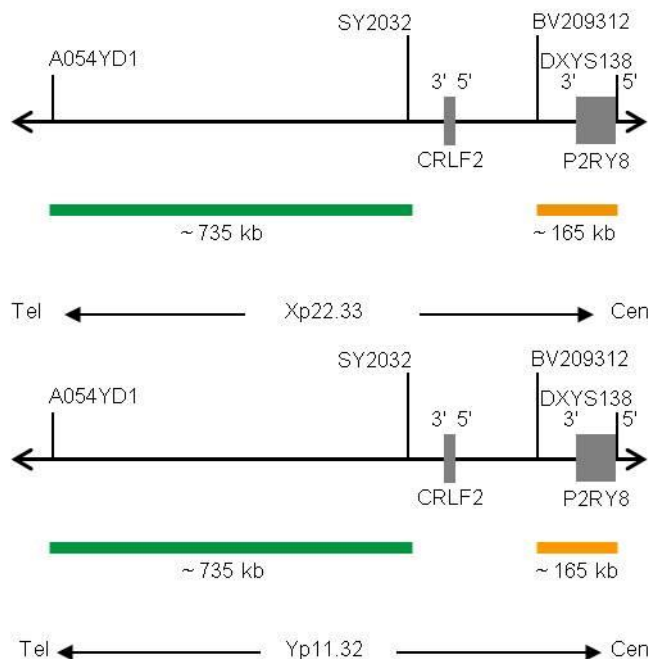

Abb. 1: Oben: X-chromosomale SPEC CRLF2 Sondenlokalisierung; Unten: Y-chromosomale SPEC CRLF2 Sondenlokalisierung (nicht maßstabsgetreu)
- ZyGreen (Anregung 503 nm/Emission 528 nm) markierten Polynukleotiden (~10,0 ng/μl), die gegen Sequenzen in Xp22.33 (chrX:513,125-1,245,395) und Yp11.32* (chrY:463,125-1,195,395) gerichtet sind, welche distal zur CRLF2-Bruchpunktregion lokalisiert sind (siehe Abb. 1).
- ZyOrange (Anregung 547 nm/Emission 572 nm) markierten Polynukleotiden (~4,5 ng/μl), die gegen Sequenzen in Xp22.33 (chrX:1,497,976-1,660,328) und Yp11.32* (chrY:1,498,976-1,657,328) gerichtet sind, welche proximal zur CRLF2-Bruchpunktregion lokalisiert sind (siehe Abb. 1).